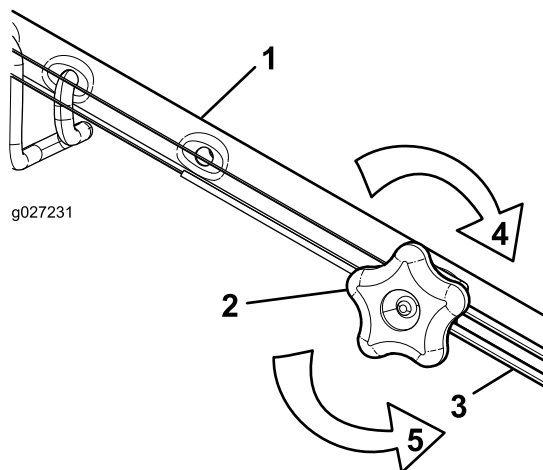

Bild 32
1. Drehen Sie das Handrad nach links, um die Zugeinstellung zu lösen (Bild 32).
2. Stellen Sie die Spannung des Zugs (Bild 32) ein, indem Sie ihn zurückziehen oder nach vorne drücken und dann in dieser Stellung arretieren.